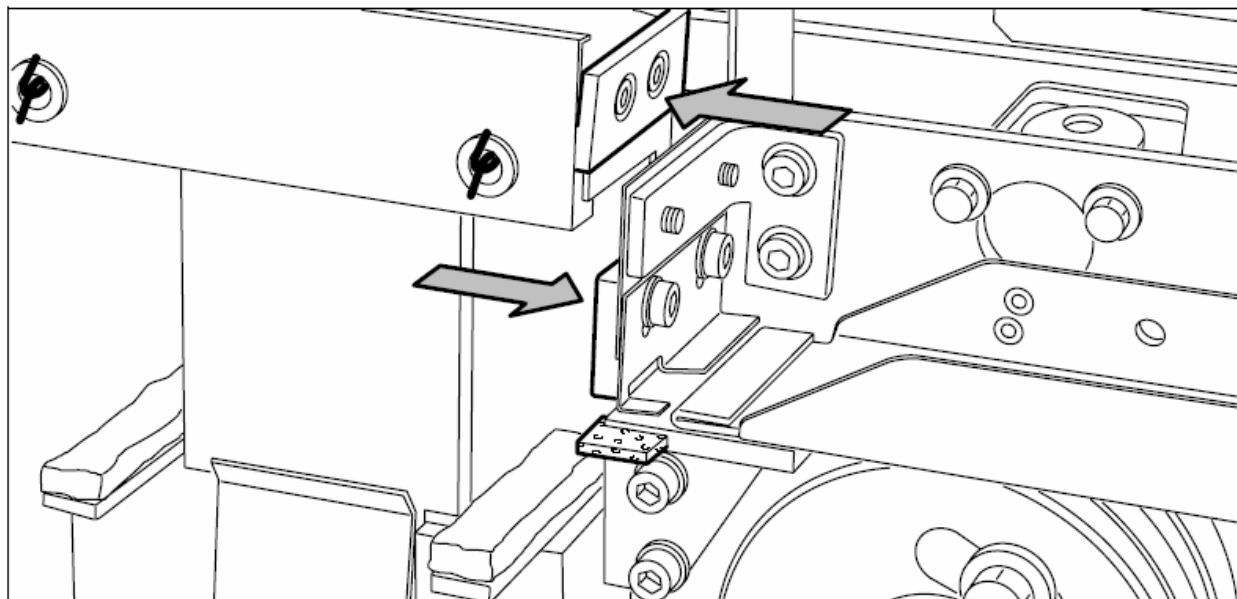

Рисунок 123. Чистка верхнего и нижнего ножа
5. Выполните чистку верхнего и нижнего ножа, используя чистящее средство «Cleaner K» (смотрите рисунок 123).